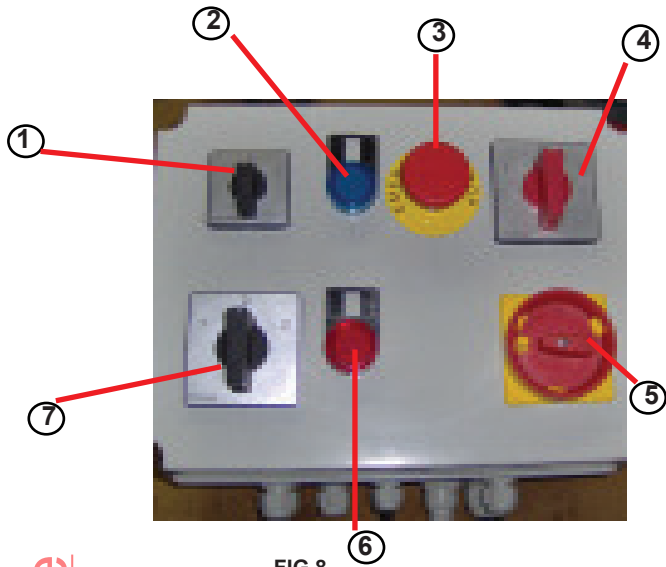

FIG.8
11.2 MISE EN MARCHÉ VERSION TRIPHASÉE 1106091 (voir fig.8)